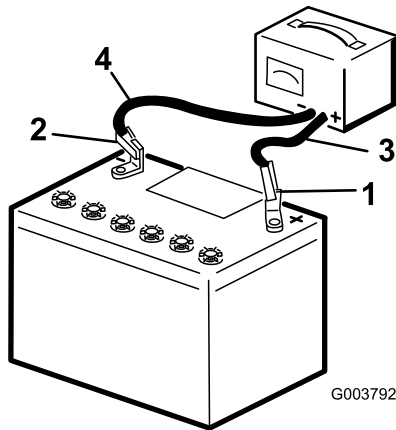

Figura 50
2. Încărcați bateria timp de 4 - 8 ore la 3 - 4 A (Figura 50). Nu supraîncărcați bateria.
3. Atunci când bateria este complet încărcată, deconectați încărcătorul de la priza electrică, apoi deconectați cablurile încărcătorului de la clemele bateriei (Figura 50).